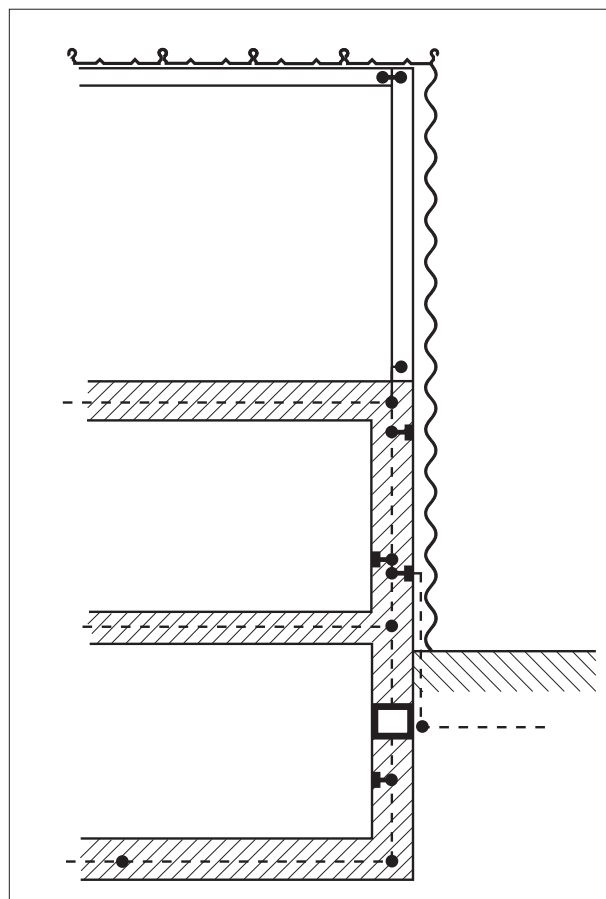

Abb. 3 Beispiel einer durchgängigen Verbindung und Erdung
- Gebäudehülle muss leitend durchverbunden und geerdet sein (siehe Abb. 3). Fensteröffnungen sind zu überbrücken.